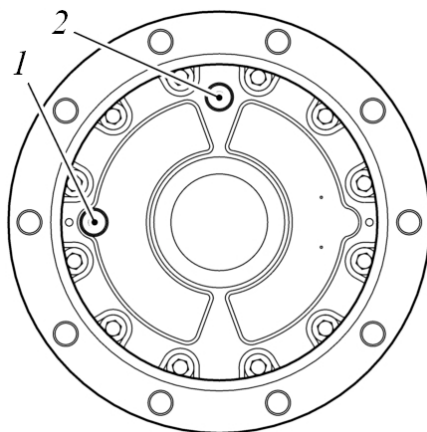

Рисунок 5.5. Процедура проверки уровня масла в бортовом редукторе
- Двигая машину назад и вперед, установить редуктор в позицию, когда одно из двух отверстий находится горизонтально справа или слева от центра редуктора, см. рис. 5.5.
- ▶ Очистить поверхность редуктора в местах расположения пробок для контроля и заливки масла от загрязнений (для исключения попадания грязи во внутреннюю полость редуктора), рис. 5.5.
- ▶ Отвернуть пробку отверстия для контроля масла 1, рис. 5.5.
- ▶ Вынуть пробки отверстий 1 и 2, рис. 5.5.
- ▶ Через наливное отверстие 2, рис. 5.5, заправить в редуктор свежее масло. Заправку производить до момента пока из контрольного отверстия 1, рис. 5.5, не начнет вытекать масло.
- ▶ Замыть (зачистить) следы подтеков масла из отверстий, рис. 5.5, легкоиспаряющейся жидкостью или чистой ветошью.